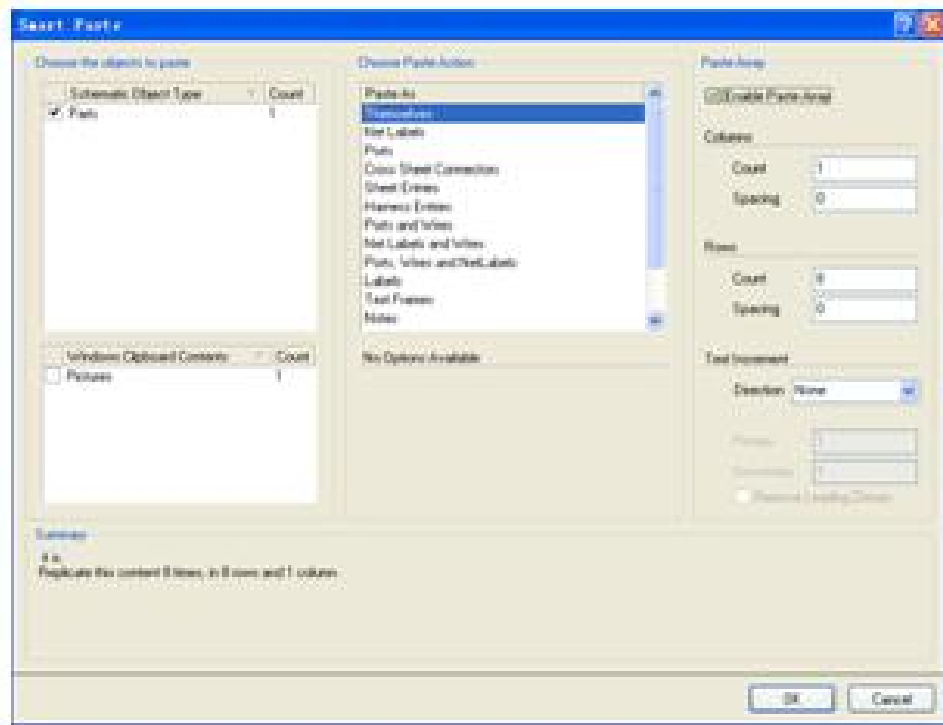

图 3-58 Smart Paste 对话框
(1) 按键电路
4)选中刚完成的一组开关，使用快捷键E|C或单击Schematic Standard工具栏中复制按钮，选好元件的位置，执行快捷键E|P或单击菜单中“Edit|Smart Paste”命令，弹出Smart Paste对话框，如图3-58所示，在该对话框右侧勾选“Enable Paste Array”复选框，在下面的文本框中设置粘贴的个数为4，即Columns中的Count的值为4，水平间距为30，即Space为30，Row中Count的值为2，Space为80。设置完成后，单击OK。